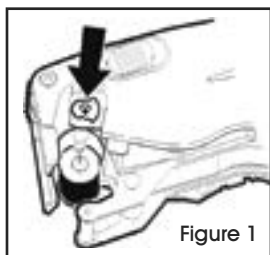

Figure 1
2. Tenez l'étiqueteuse de côté au-dessus d'une poubelle tout en poussant le bouton pour libérer le rouleau encreur. (Voir figure 1)